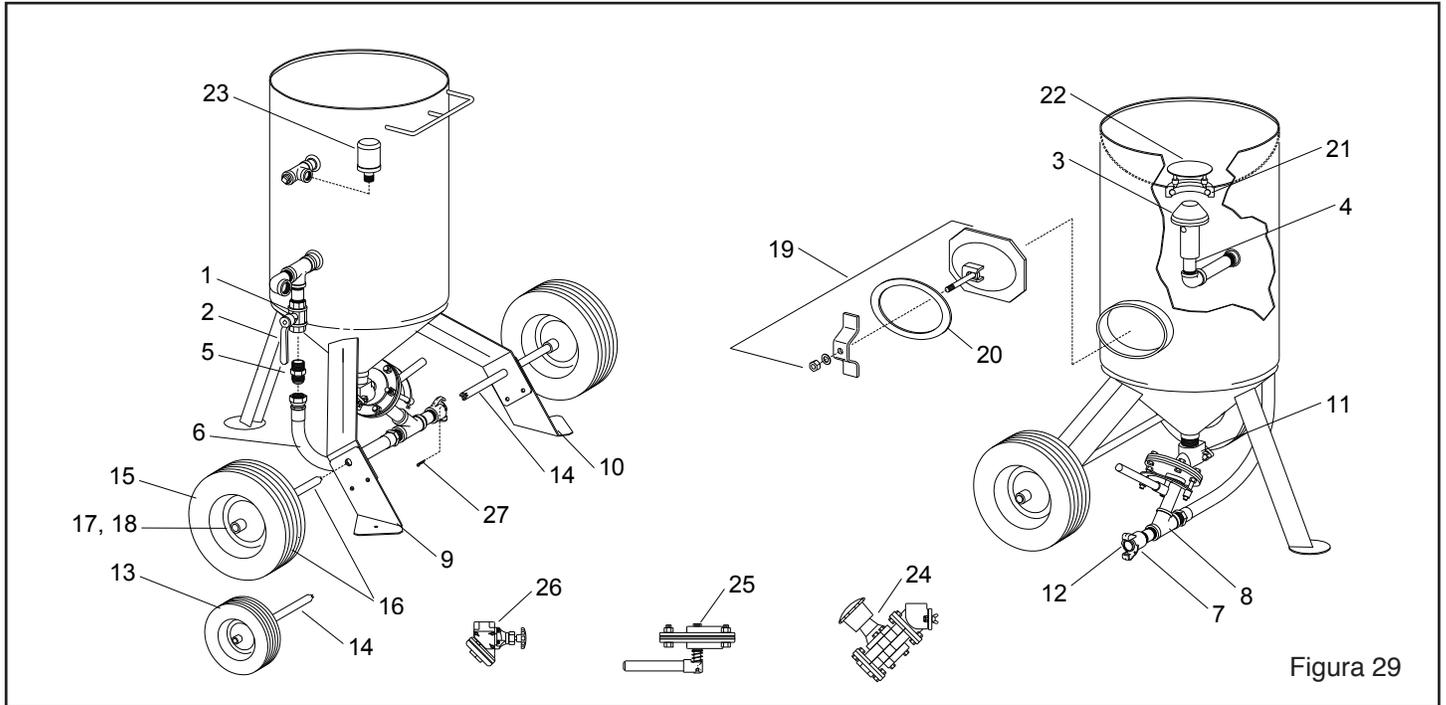

Figura 29
8.5 Máquina de chorreado y accesorios, Figura 29